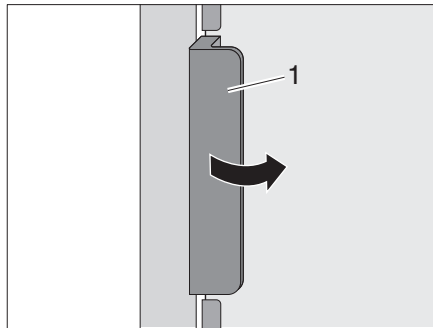
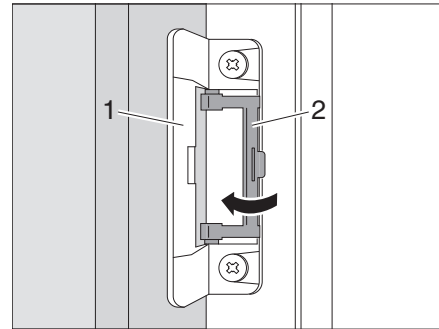

Fig. 149 Abrir la puerta del frigorífico
Fig. 150 Bloquear la posición de ventilación
- Abrir la puerta del frigorífico con el tirador (Fig. 149,1). El bloqueo (Fig. 150,1) se abre automáticamente.
- Soltar el bloqueo (Fig. 150,2).